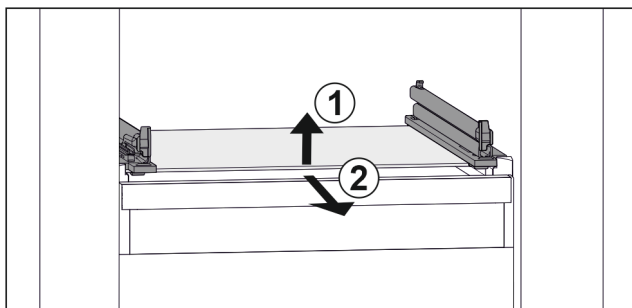

Fig. 158 Beispielhafte Darstellung der Glasplatte
- Glasplatte vorne anheben. Fig. 158 (1)
- Glasplatte nach vorne entnehmen. Fig. 158 (2)